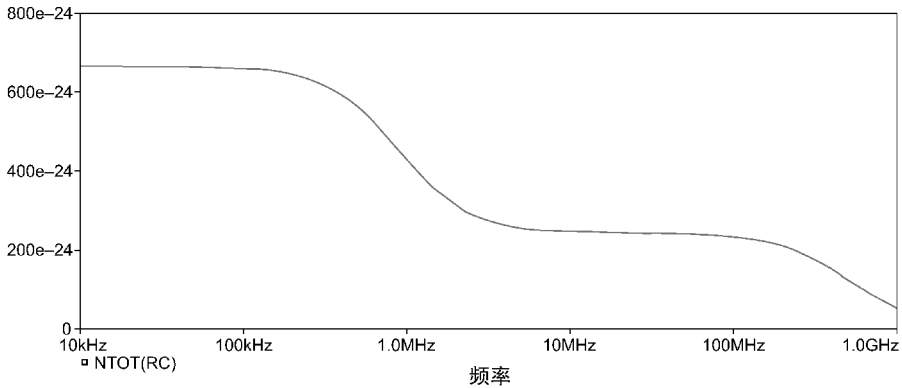

图 14.4 晶体管集电极寄生电阻的噪声谱密度波形
4. 如图 14.4 所示，在 PSpice 中选择菜单 **Trace > Add** 添加晶体管集电极寄生电阻的噪声谱密度曲线 NTOT ( $RC$ )，单位为  $V^2/Hz$ 。